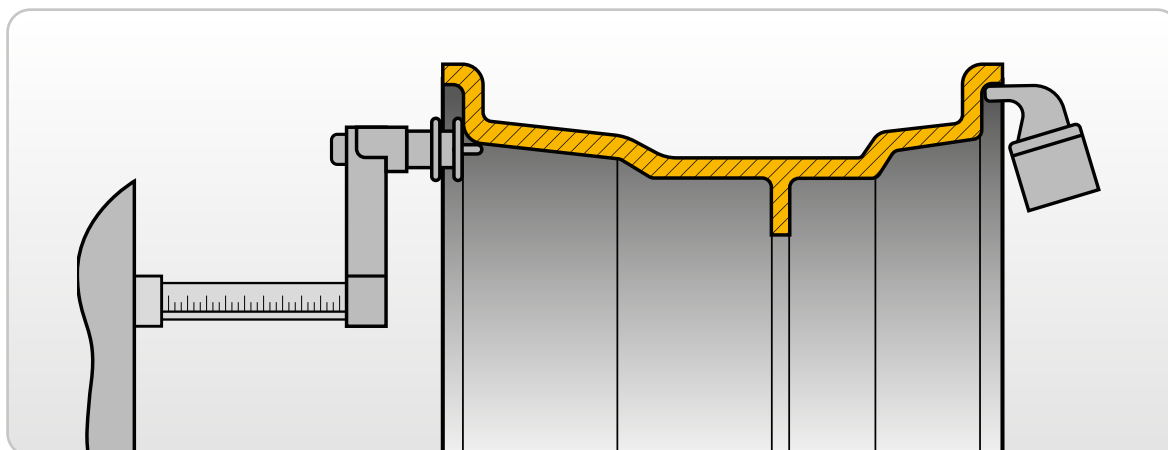

Figura 6.6 Leitura de dados automática os programas s STD, ALU 1,2,3,4,5
2. Retire ambos os sensores e o aproxime encostando-se ao aro como indicado na **Figura 6.6**.